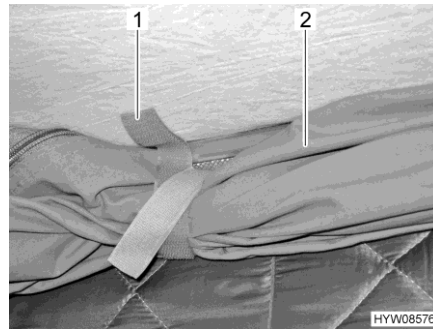

Bild 25 Hållare
- Lossa hållaren (Bild 25,1) på den upprullade tältduken (Bild 25,2).
- Rulla in tältduken (Bild 25,2) och säkra med hållarremmen (Bild 25,1).